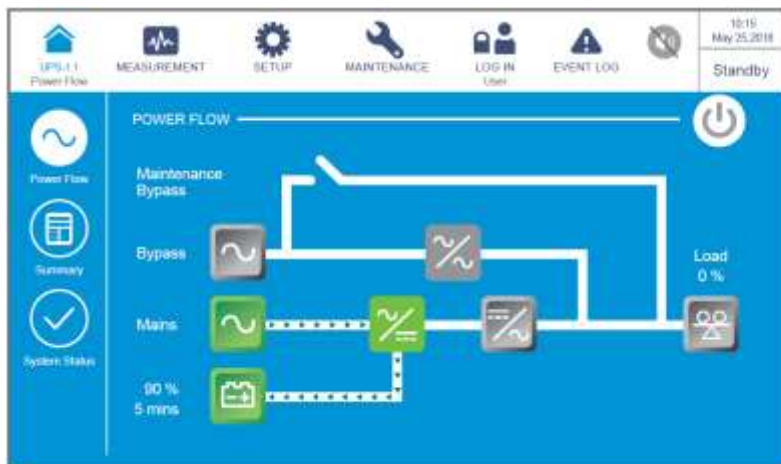

Рисунок 6-59: Экран режима ожидания
- 3) После выбора 'YES', ИБП отключит инвертор и прекратит подачу питания с силовых модулей. Поскольку в режиме преобразования частоты нет байпасного выхода питания, питание будет прекращено сразу после выключения инвертора. В этот момент силовые модули продолжают заряжать батареи, трехцветный светодиодный индикатор загорается желтым цветом, и появляется следующий экран (Рисунок 6-59). Расположение трехцветного светодиодного индикатора см. на Рисунке 2-11.